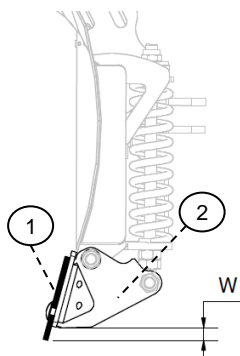

Abb. 14
Der Verschleiß der Schürfleisten muss täglich überprüft werden. Dieser wird durch viele Faktoren beeinflusst, wie zum Beispiel Räumgeschwindigkeit, Untergrund, Anstellwinkel, Stützteller und Einstellung der Schwimmstellungen. Deshalb ist es wichtig darauf zu achten, dass der Abstand $W \geq 10 \text{ mm}$ zwischen der Unterkante der Schürfleisten (1) und der Unterkante des Schürfleistenhalters (2) aufrechterhalten wird (siehe Abb. 14).